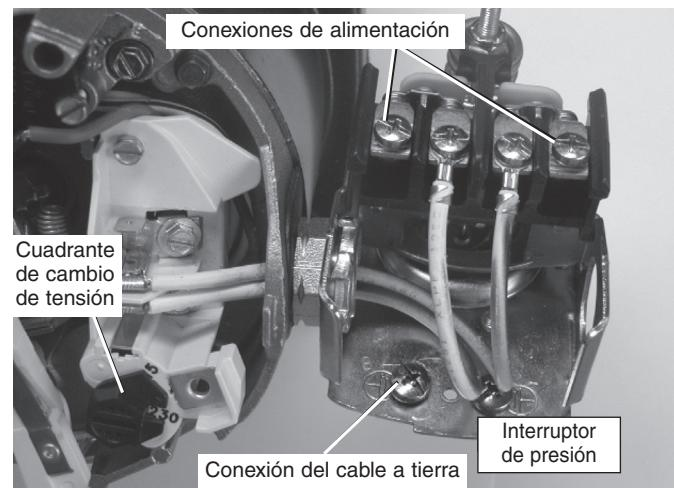

Figura 10:Tensión configurada para 230 voltios, tipo cuadrante.
3. Conecte los conductores de alimentación a los dos tornillos exteriores en el manóstato según se ilustra en el Figura 10.
4. Conecte el cable a tierra a una de las conexiones a tierra según se ilustra en la Figura 10.